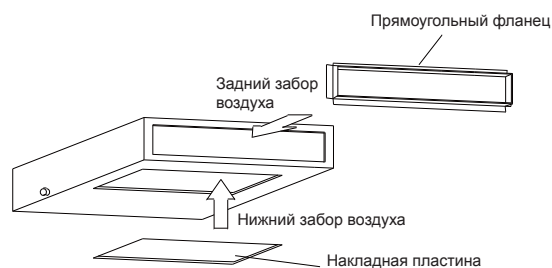

Рис. 11
- а. Прямоугольный фланец стандартно устанавливается сзади блока, а накладная пластина — снизу (см. рис. 11).